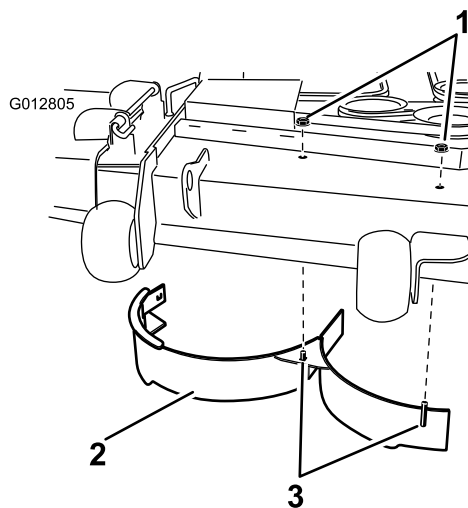

Figure 34
- 10. Retirez les deux contre-écrous (5/16 inch) qui fixent les montants soudés du déflecteur droit sur le dessus du plateau de coupe, au centre et à droite du centre (Figure 34). Déposez le déflecteur droit du plateau de coupe.